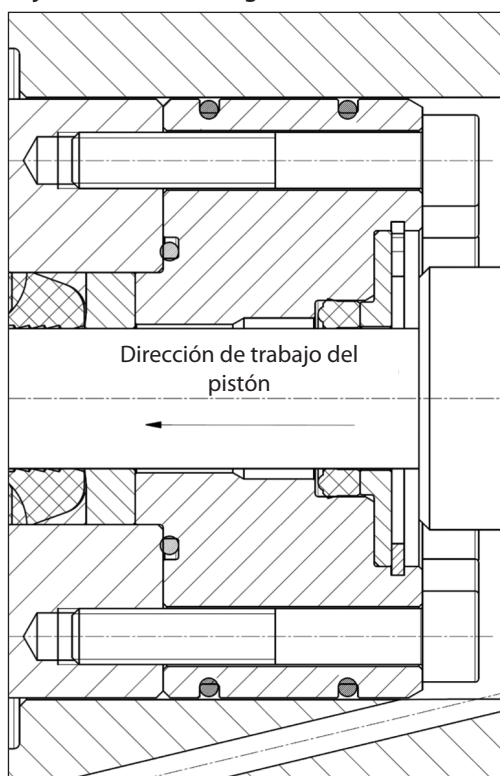
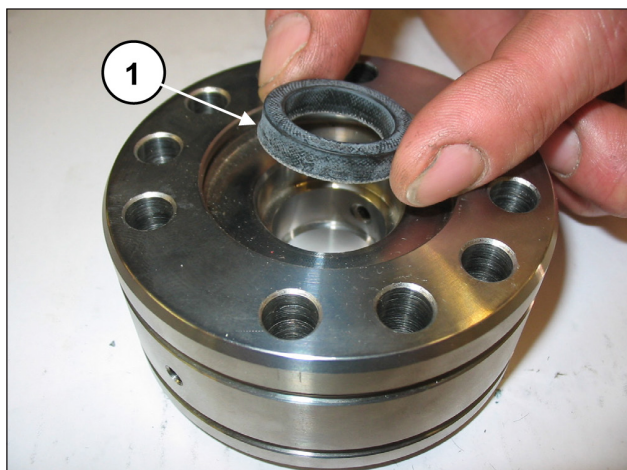

Fig. 139
Fig. 140
La junta L.P. se ha de introducir en la camisa con el labio de retención orientado hacia la dirección de trabajo del pistón (pos. ①, Fig. 139 y Fig. 140), lubricando ligeramente el diámetro externo con grasas de silicona de tipo OKS 1110. Sustituir la junta L.P. si está desgastada.